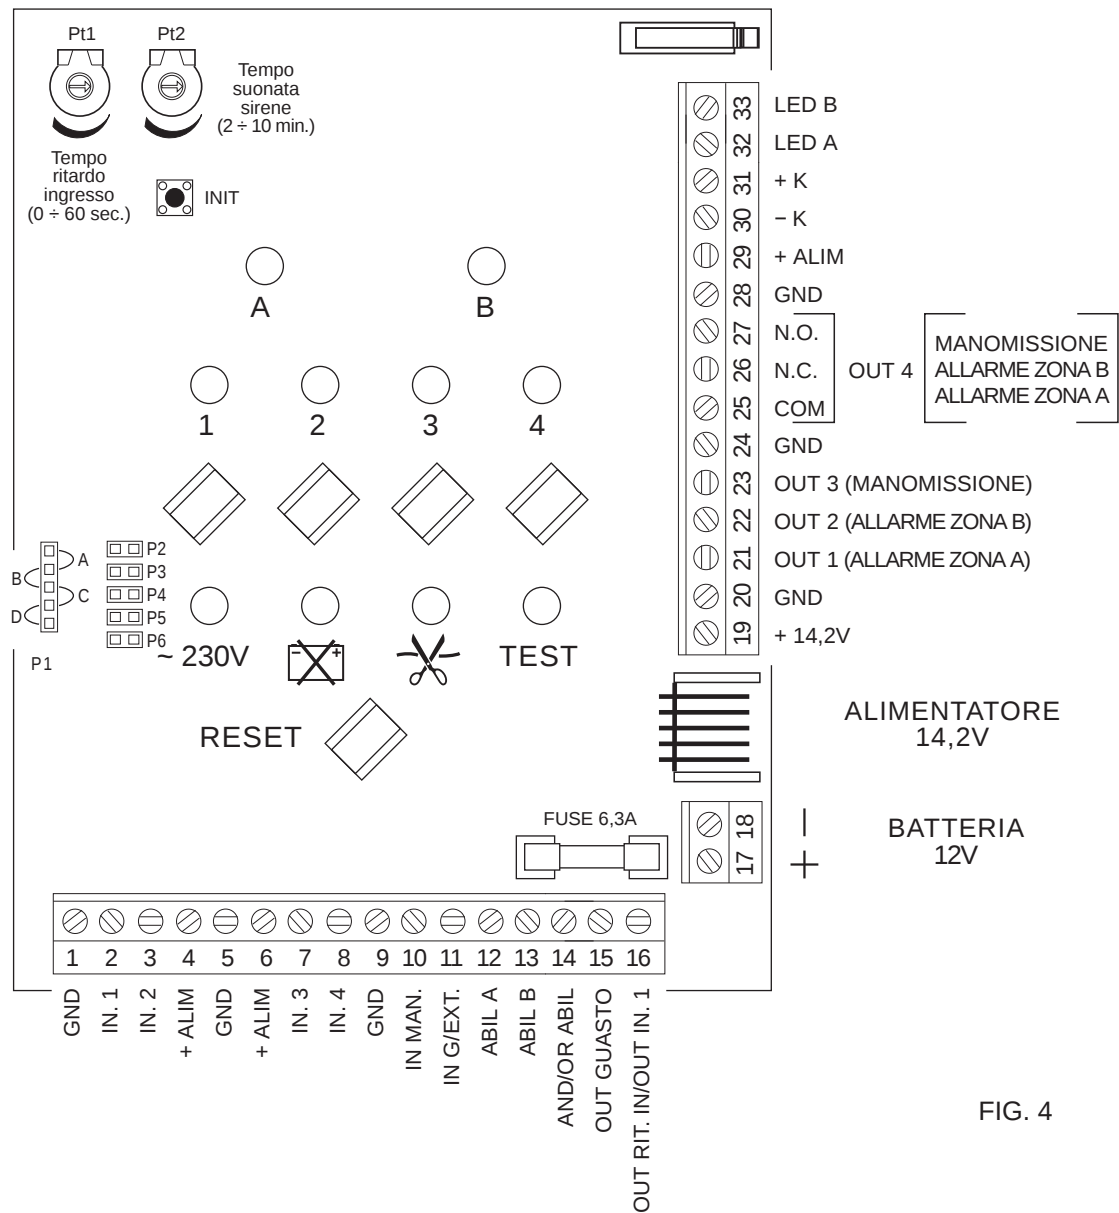

FIG. 4
2) Collegamenti alla morsettiera (Fig. 4)